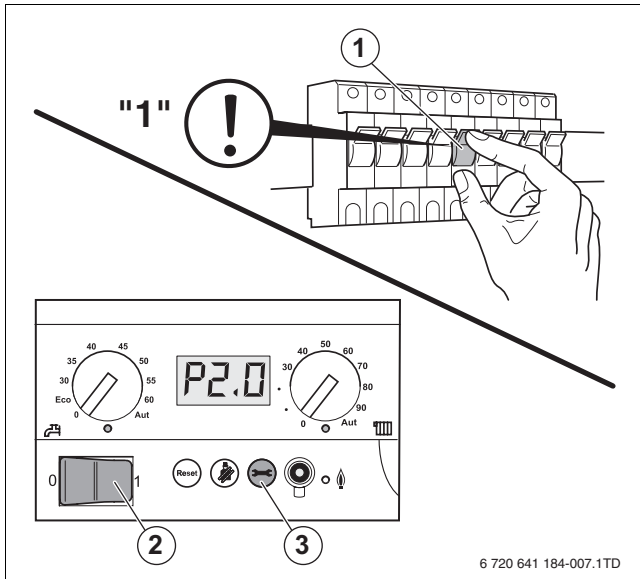
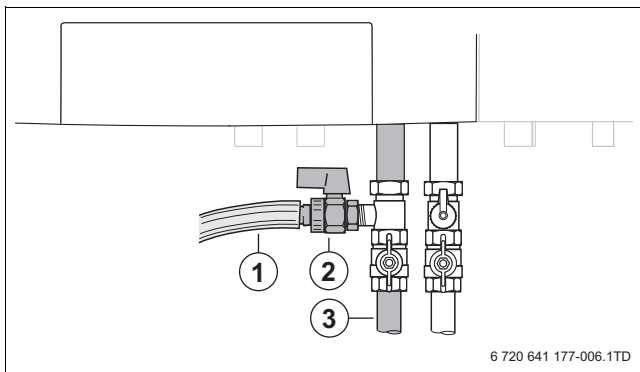

Fig. 48 Indicazione della pressione sul pannello di servizio
Fig. 49 Apertura del rubinetto di carico e scarico
- ▶ Aprire con attenzione il rubinetto dell'acqua e riempire lentamente l'impianto di riscaldamento (→ fig. 49). Prestare attenzione all'indicazione della pressione (→ fig. 48, pag. 39) per il circuito di riscaldamento.
- ▶ Posizionare l'interruttore (→ fig. 48, [1], pag. 39) nel pannello di servizio del dispositivo di controllo base su "0".
- ▶ Posizionare l'interruttore (→ fig. 48, [1], pag. 39) nel pannello di servizio su "1" e leggere nuovamente la pressione di esercizio sul display del BC10. Qualora il valore della pressione di esercizio a causa dello sfiato sia inferiore a 1,0 bar, riempire nuovamente l'impianto di riscaldamento (come precedentemente descritto).